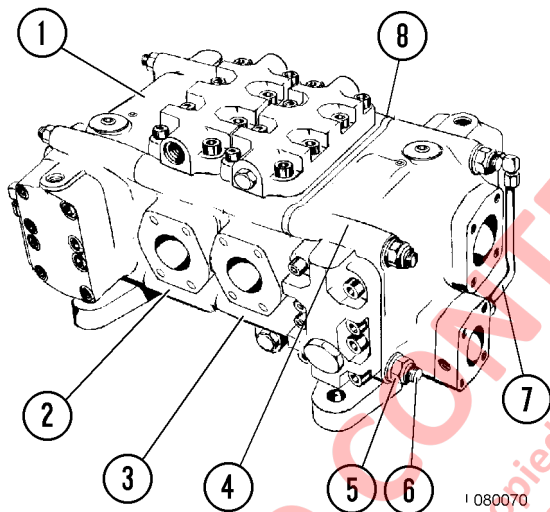
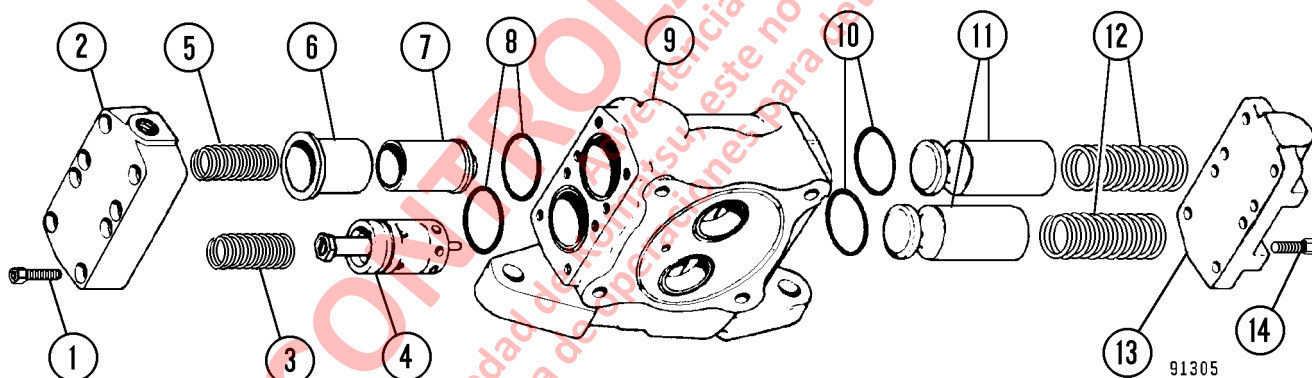

FIGURA 8-2. CONJUNTO DE LA VÁLVULA DE LEVANTE
FIGURA 8-5. DESARME DE LA SECCIÓN DE ENTRADA
NOTA: La válvula de levante se debe posicionar con una placa separadora (8, Figura 8-2) hacia la parte delantera del camión.
1. Saque cuatro tuercas y arandelas del perno de unión (5, Figura 8-2) en un extremo de la válvula. Deslice los pernos de unión de la válvula y separe las secciones.
- Desconecte el tubo externo (7, Figura 8-2) del extremo de la cubierta. Retire los tornillos (14, Figura 8-5) y la cubierta (13). Retire los resortes (12), las válvulas de retención (11) y los O-rings (10).
- Retire los tornillos (1, Figura 8-5) y la cubierta (2). Desmonte los resortes (3) y (5), además de la válvula de alivio principal/control de flujo (4). Retire la camisa (6), la válvula de alivio de presión baja (7) y los O-rings (8).
3. Instale las válvulas de retención (11, Figura 8-5) en sus respectivos orificios. Instale los resortes (12).
4. Instale los O-ring (10) y la cubierta (13). Instale y apriete los tornillos (14) a **81 N·m (60 ft lb)**.
5. Instale la válvula de alivio de presión baja (7) en la camisa (6) y luego instale el conjunto en la carcasa (9). Instale la válvula de control de flujo/alivio principal (4). Instale los resortes (3) y (5). Instale la cubierta (2). Instale y apriete los tornillos (1) a **81 N·m (60 ft lb)**. Conecte el tubo externo y apriete las tuercas a **34 N·m (25 ft lb)**.
NOTA: No es necesario retirar las secciones de entrada (1) o (4, Figura 8-2) para desarmar la sección (2) o (3) del carrete.